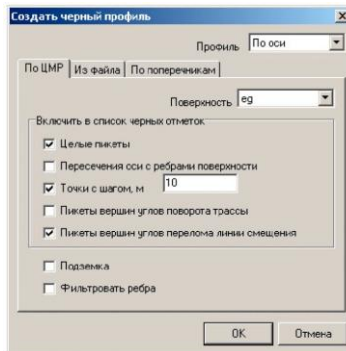

Рис.7. Меню «Создать черный профиль»
2. Поставьте галочки как показано ниже (рис. 7).